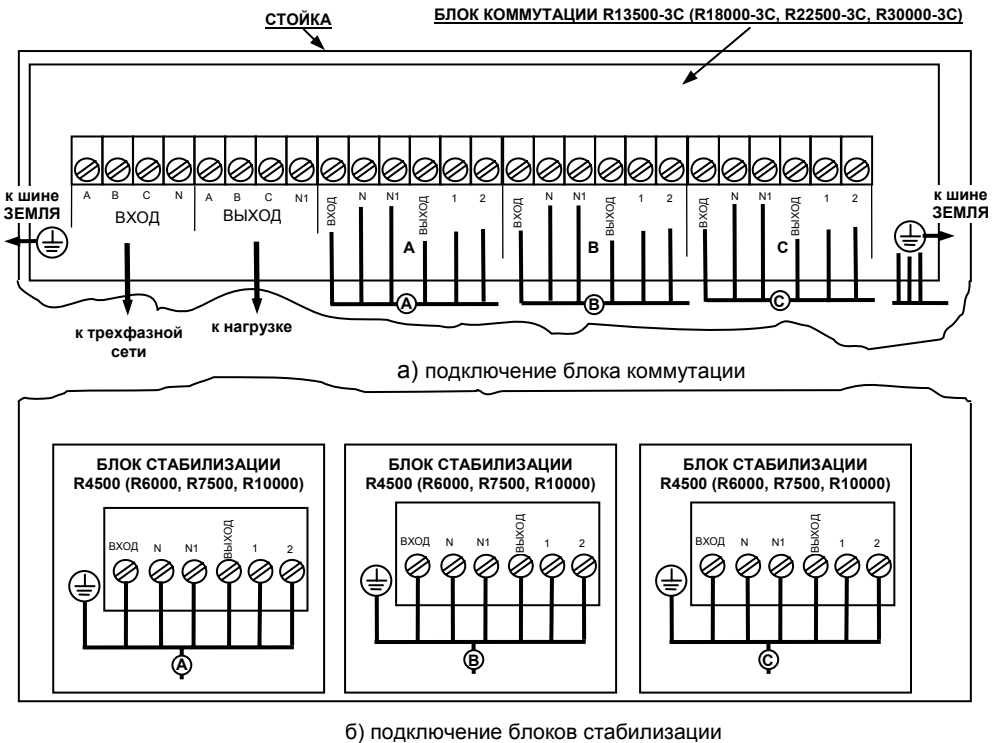

Рисунок 6.1 Схема подключения стабилизатора R13500-3C (R18000-3C, R22500-3C, R30000-3C)
6.4.3 Подключите нагрузку, соединив выводы соответствующего кабеля с вводами «ABCN1 ВЫХОД» блока коммутации (см. рисунок 6.1 а);
6.4.4 Подключить блок коммутации к сети, соединив выводы соответствующего кабеля с вводами «ABCN1 ВХОД» (см. рисунок 6.1 а).
6.4.5 Подключите выводы кабелей на задней стенке стойки к одноименным контактам вводов ВХОД, N, N1, ВЫХОД, 1, 2 и контакту (⊕) блока коммутации (см. рисунок 6.1 а).
6.4.6 Подключите блоки стабилизации, (предварительно сняв крышки, закрывающие входы ВХОД, N, N1, ВЫХОД, «1», «2») соединив выводы кабеля, выходящего со стороны лицевой панели стойки, с вводами ВХОД, N, N1, ВЫХОД, «1», «2» и контактом (⊕) соответствующего блока стабилизации (см. рисунок 6.1 б);